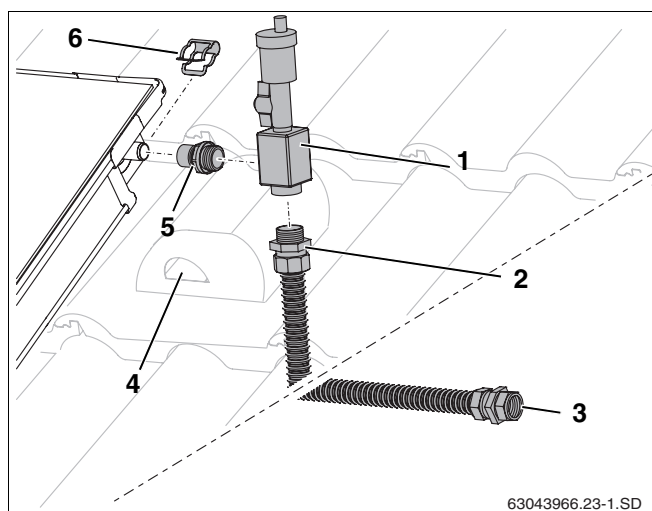

Fig. 58 Montage du purgeur
- Visser l'embout (fig. 58, **pos. 5**) et le tube de raccordement (fig. 58, **pos. 2**) à fond sur le purgeur (joint torique).
- Insérer le purgeur (fig. 58, **pos. 1**) avec l'embout sur le raccordement du capteur et fixer à l'aide de la bride de fixation (fig. 58, **pos. 6**).
- Faire passer le tube de raccordement avec le câble de sonde par la tuile de ventilation (fig. 58, **pos. 4**) et l'isolation du toit.
- Raccorder le tube collecteur au raccord-union par anneau de serrage (fig. 58, **pos. 3**).